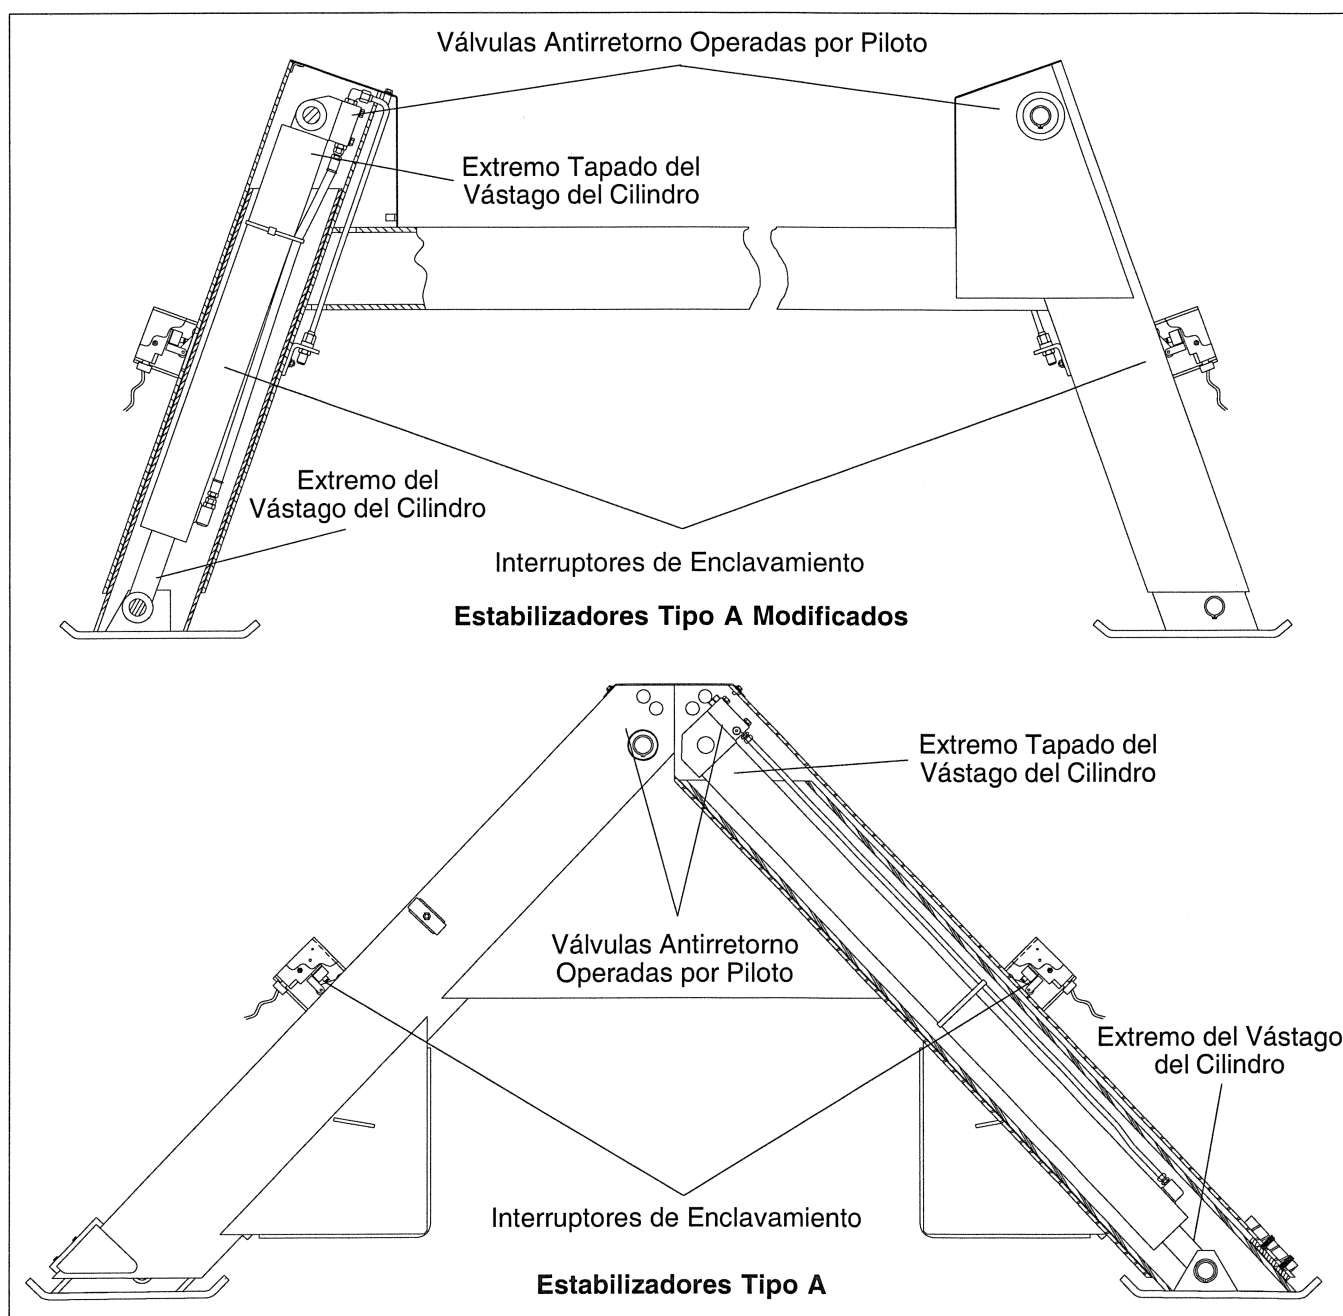

Figura 8.1 — Estabilizadores
5. El puerto de la válvula antirretorno operada por piloto marcado "V1" controla la extensión del cilindro y el puerto marcado "V2" controla la retracción del cilindro. Ambos puertos están ubicados en la carcasa de la válvula. Esta carcasa está montada en el extremo tapado del cilindro del estabilizador (ver Figura 8.1). Cambie el puerto adecuado de la válvula antirretorno operada por piloto en la carcasa de la válvula antirretorno y repita la prueba.